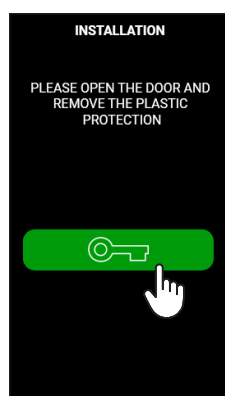

fig.7
- Déverrouillez la porte en appuyant sur le bouton vert (fig. 7) ;